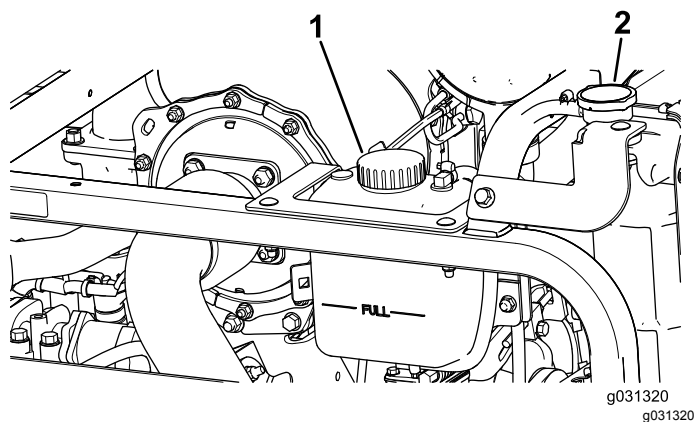

図 116
1. ラジエーターと補助タンクのふたを注意深く開ける 図 116。
2. ラジエーター内部の液量を点検する 図 116。